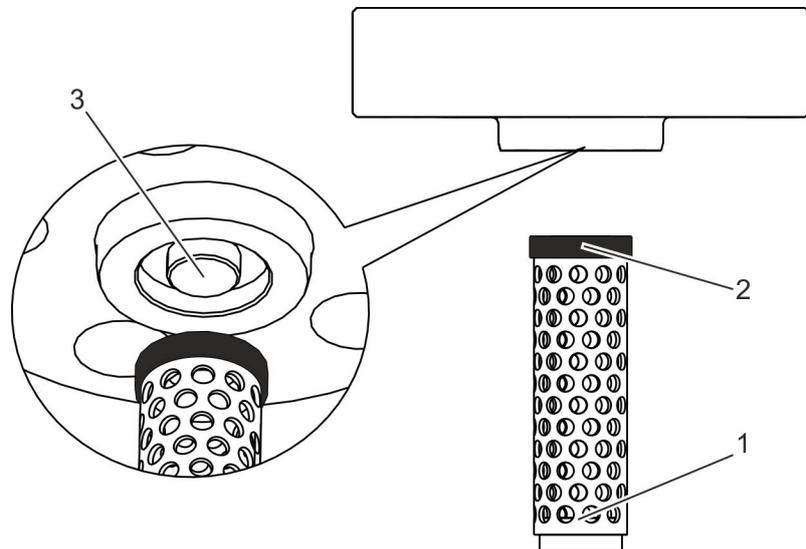

Fig. 7 : Cylindre à tamis
- le cylindre à tamis (Fig. 7 /1) et
- l'anneau de garniture (Fig. 7 /2).
Le cylindre à tamis est centré dans le couvercle (Fig. 7 /3).
Afin d'étanchéifier le cylindre à tamis par rapport au couvercle, un anneau de garniture (Fig. 7 /2) est monté en plus. Ceci évite que le fluide de la conduite ne s'écoule à travers le carter entre le couvercle et le cylindre à tamis sans que des corps étrangers ne soient retenus.